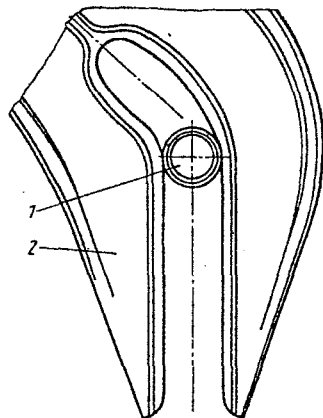

Рис. 14. Положение ролика относительно передней кулисы, соответствующее углу $6-10^\circ$ от убранного положения стойки:
- убедитесь, что при таком положении ролика хомута 15 в зеве кулисы 5 (рис. 14) ролик рычага 9 занял положение в зеве кулисы 8, соответствующее рисунку 15;
ложения. Угол $6-10^\circ$ определите визуально, согласно рис. 14. При прохождении ролика по прямому участку зева кулисы последняя не должна перемещаться.
<p style="text-align: center;">Рис. 15. К определению зазора между роликом рычага и задней кулисой: 1 — ролик; 2 — задняя кулиса</p>	<p>тельно зуба хомута не допускается. Допускается осевое перемещение ролика не более 0,7 мм.</p> <p>Законтрите гайку крепления ролика шплинтом так, чтобы оба уса шплинта были отогнуты на грани гайки и заведены в прорези;</p> <p>4) медленно выпуская амортизатор стойки шасси, следите за входом и движением ролика рычага 9 по пазу кулисы 8. Ролик должен входить в паз кулисы без натяжения. Натяжение устраните вворачиванием или выворачиванием регулировочного наконечника тяги 6;</p> <p>5) медленно убирая от ручного привода гидроагрегата стойку, введите ролик хомута 15 в паз кулисы 5 на угол 6—10° от убранного положения (см. рис. 14);</p> <p>6) проконтролируйте величину зазора между роликом рычага 9 и кулисой 8. Зазор «а» должен быть 0,5—3 мм для самолетов Ан-24, Ан-30 и 0,5—2 мм для самолетов Ан-26 (рис. 15).</p>